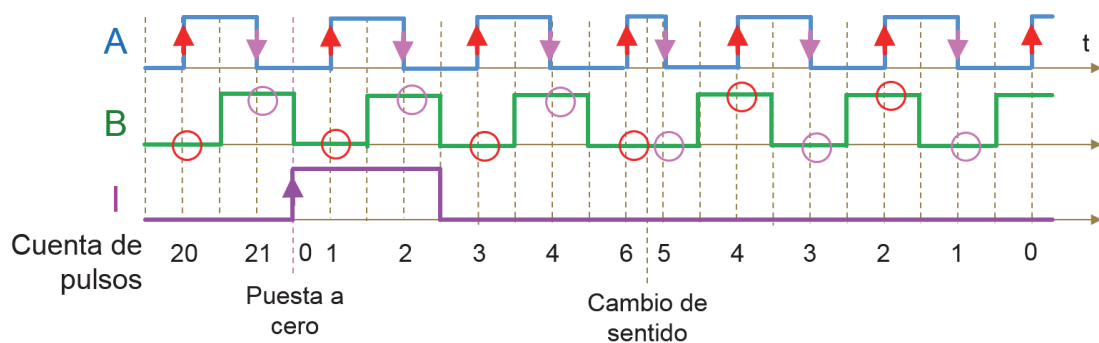

Figura 3. Modo 2x para la cuenta de pulsos.
- **Modo 2x.** Se cuentan pulsos tanto en los flancos de subida como en los de bajada de la señal del canal A, como muestra la Figura 3. Para ello se puede programar una rutina de interrupción que se active para ambos flancos del canal A, si el controlador lo admite. El sentido de giro se determina en función de si el nivel de la señal del canal B es igual o no al de la señal del canal A después de un flanco de la segunda. En este caso se tiene que: